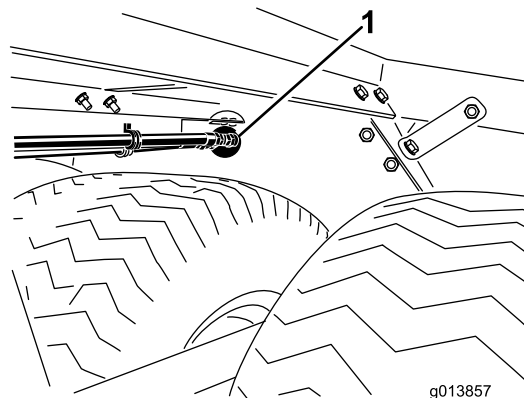

Figura 2
5. Certifique-se de que as uniões de entrada e saída e o suporte de montagem do guia de tubos todas encaixam perfeitamente nos furos redondos na parede traseira do chassis do ProPass (Figura 2).